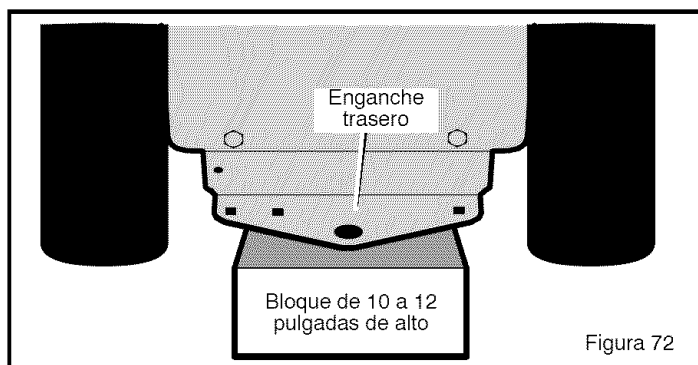

Figura 72
2. Coloque el **enganche trasero** sobre un **bloque de 10 a 12 pulgadas**. El bloque debe ser suficientemente alto para levantar las ruedas traseras del suelo (Figura 72).